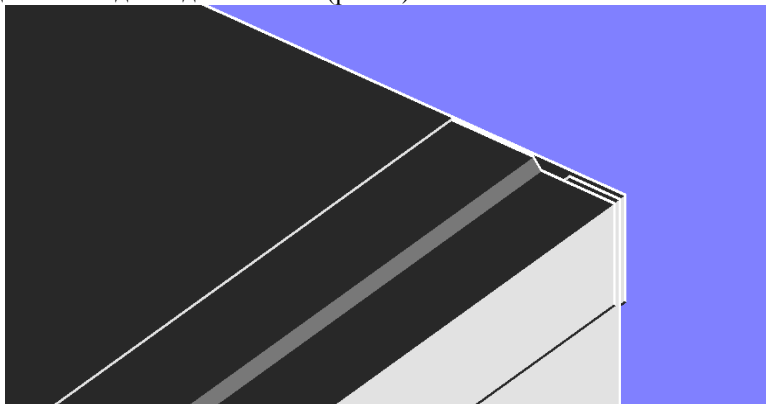

Рис.1
2. В направляющие «Г»-образные пазы средних стенок вдвигаются две задние стенки (рис. 1).